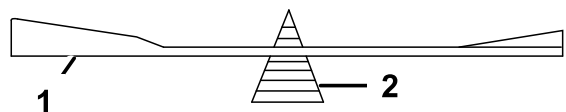

Bild 65
2. Prüfen Sie die Auswuchtung des Schnittmessers auf einer Ausgleichsmaschine (Bild 65).